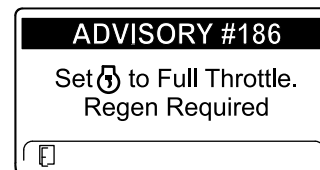

Figura 47
**Nota:** Si el InfoCenter muestra la ADVERTENCIA N° 186 (Figura 47), ponga el motor en velocidad máxima (ralentí alto) para permitir que continúe la regeneración de reinicio.